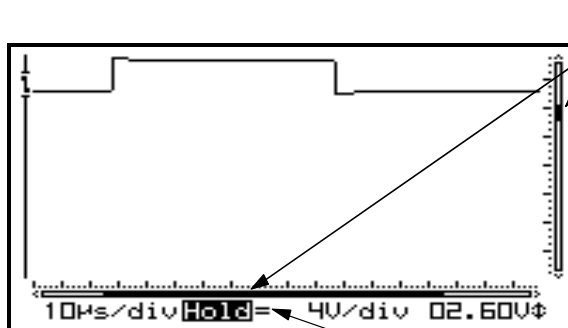

Fig 30
Druk eerst op de ‘X/Y-pos’-toets vóór men de pijltoetsen indrukt voor het verschuiven van het signaal in de richting van de pijlen. Langdurig indrukken zal de X of Y-positie sneller verschuiven. Een zwarte scrollbar (1) duidt de relatieve positie van het signaal in het voorbeeldscherm. (*enkel voor de HPS40*). See fig. 30